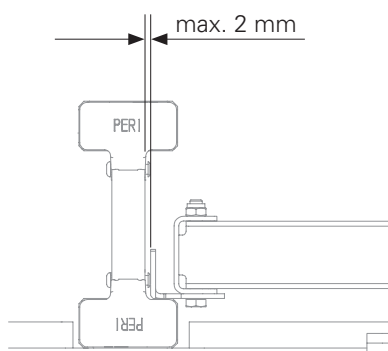

Fig. B1.11
- Per ogni parte centrale testa per tavoli VD (3) servono 2x parte superiore testa per tavoli VD (2).
- La distanza tra anima della trave e parte laterale deve essere di max. 2 mm. (Fig. B1.11)